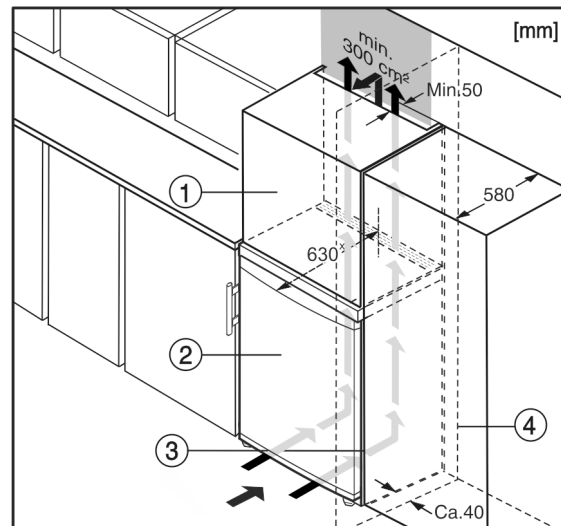

Fig. 8
Het apparaat kan in keukenkasten worden ingebouwd. Om het apparaat Fig. 8 (2) aan de hoogte van het keukenblok aan te passen, kan boven het apparaat een opzetkast Fig. 8 (1) worden aangebracht.
Bij een ombouw met keukenkasten (diepte max. 580 mm) kan het apparaat direct naast de keukenkast Fig. 8 (3) worden geplaatst. Het apparaat staat aan de zijkant 34 mm \* en in het midden van het apparaat 50 mm \* tegenover de voorkant van de keukenkast.
Wanneer het apparaat met de scharnieren naast een wand Fig. 8 (4) wordt geplaatst, moet de afstand tussen het apparaat en de wand minimaal 40 mm bedragen. Dit komt overeen met de uitsteekmaat van de handgreep bij geopende deur.